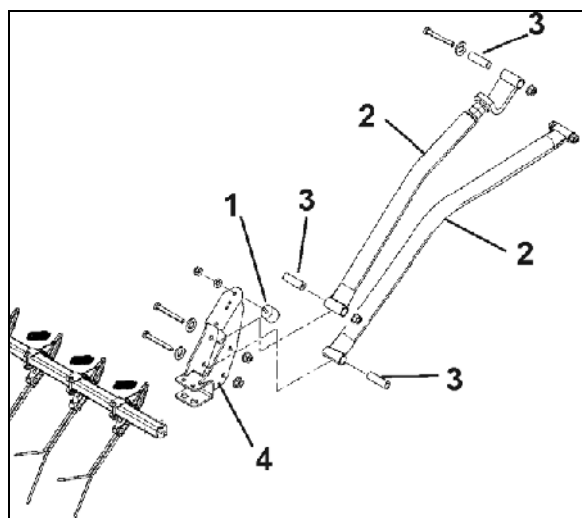
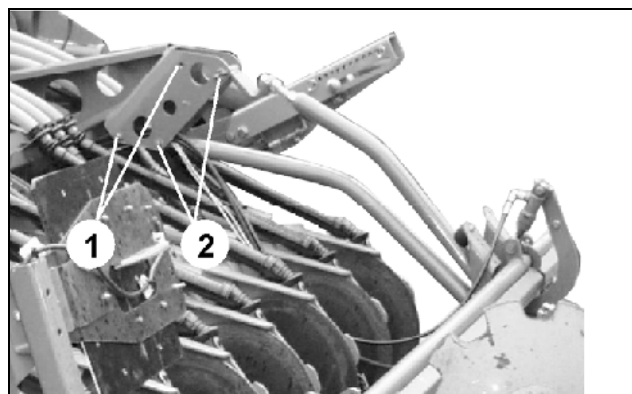

Fig. 36
Fig. 37
- Svingmetelspuden (Fig. 36/7) monteres.
- Skru holderørene (Fig. 36/2) med lejemuffer (Fig. 36/3) på holderne (Fig. 37/1, 2) og præcisionsstriglens lommer (Fig. 36/4).
- Monteringssteder (Fig. 37/1) ved anvendelse af normal- eller ROTEC-skær.
- Monteringspunkter (Fig. 37/2) ved anvendelse af ROTEC-skær.